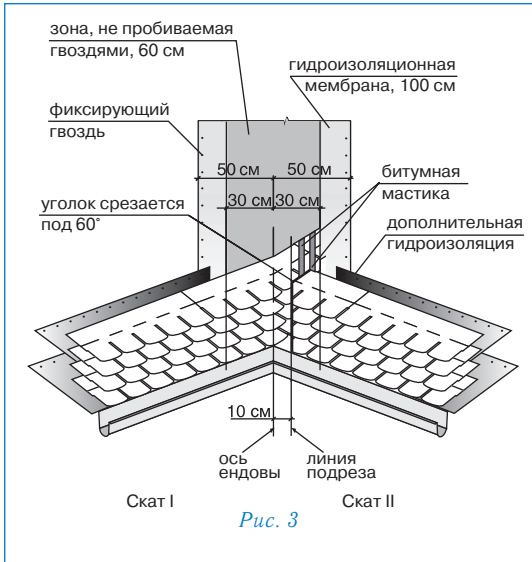

Рис. 3
Ендова (рис. 3)
- лист, подходящий к ендове со ската II, должен доходить до линии подрезки и обрезаться по ней. Верхний уголок обрезанного края листа подрезается под углом 60° (5×3 см – рис. 3);